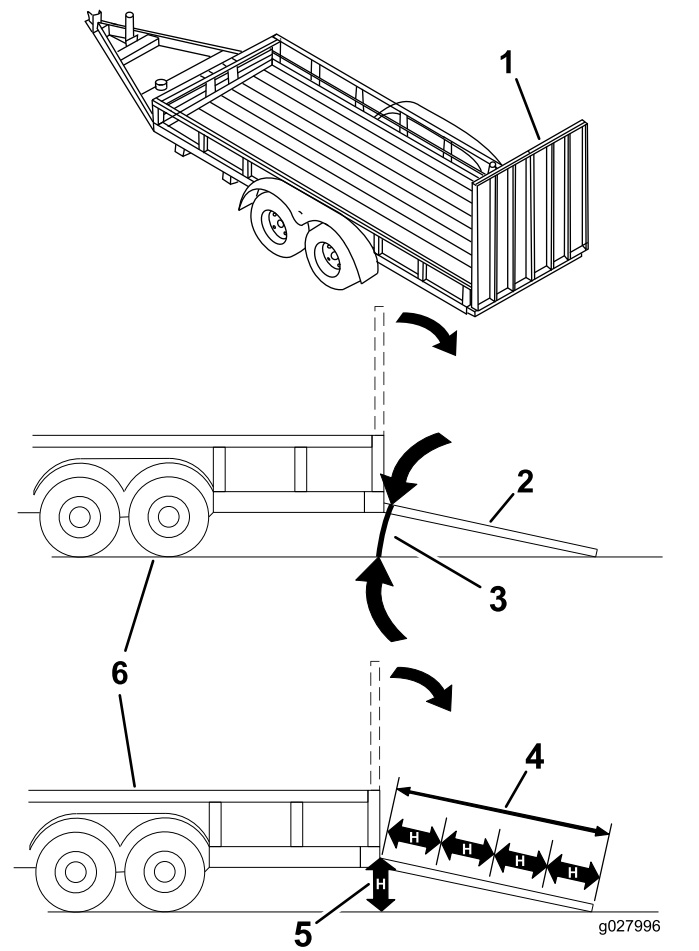

Bild 29
Beim Verladen einer Maschine auf einen Anhänger oder Pritschenwagen erhöht sich die Gefahr, dass die Maschine umkippt und schwere oder tödliche Verletzungen verursacht (Bild 29).
3. Senken Sie die Rampe ab und stellen Sie sicher, dass der Winkel zwischen der Rampe und dem Boden höchstens 15 Grad beträgt (Bild 29).